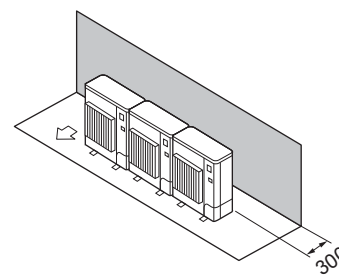

Fig. 2-8
- ① Miejsce ograniczone tylko z tyłu (Fig. 2-8)